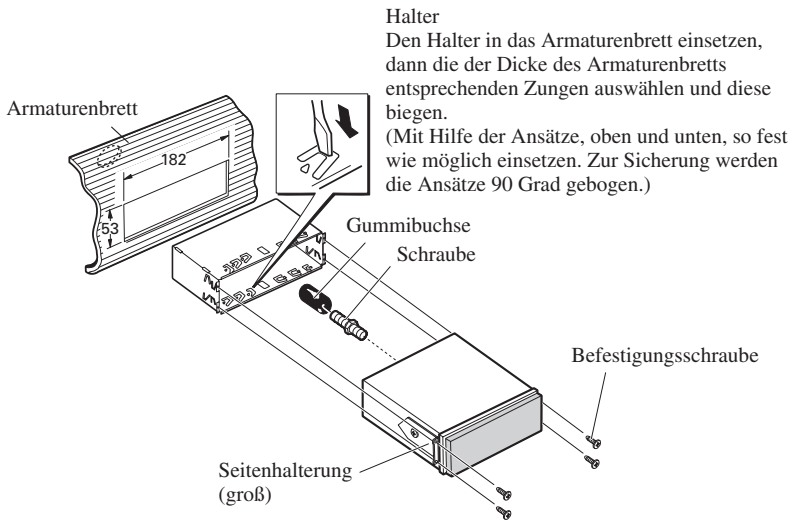

Abb. 11
3. Befestigen der Einheit. (Abb. 11)